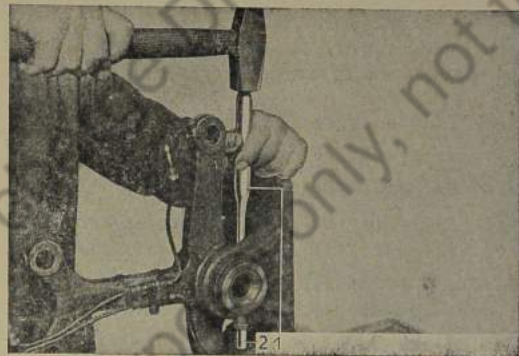

Bild 514: Sicherungsstift für Lagerbolzen ausschlagen
5. Sicherungsstift (514/2) für Lagerbolzen im Lenkspurhebel ausschlagen (Bild 514).